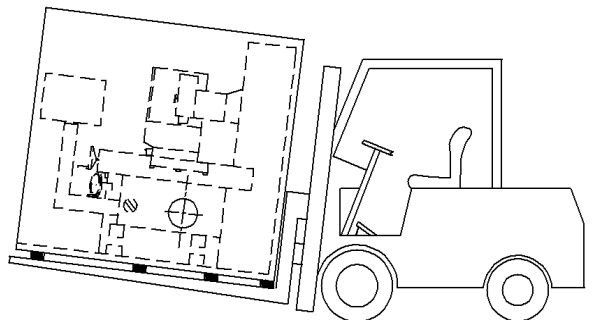

Рис.4.2.1
- (2) Грузоподъемность погрузчика должна превышать вес перемещаемого груза.
- (3) Способ транспортировки показан на Рис.4.2.1, длина вил погрузчика должна быть достаточной, чтобы они проходили по всей длине станка.
- (4) Не поднимайте упаковку выше чем на 120 мм.
- (5) Оператор погрузчика должен иметь соответствующую квалификацию и допуск к работам.